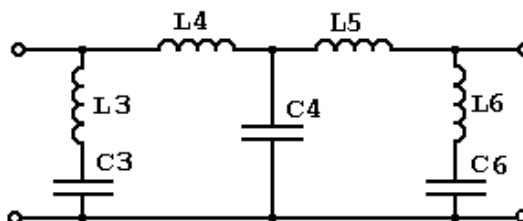

Рис. 7.21. Упрощенная схема сложного ФНЧ
1.2. Упростим схему (рис.7.21)
2.3. Рассчитываем элементы ФНЧ (рис. 7.21)